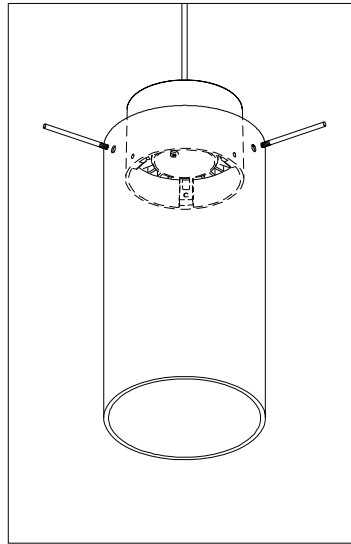

Figure 2
2. Place cylinder glass over fitter head and align fitter holes with holes on glass. (Fig 2)
2. Coloque el vidrio en cilindros sobre la cabeza del instalador y alinee los orificios de este último con los orificios del vidrio. (Fig. 2)
2. Placez le verre en manchon sur la tête de l'ajusteur et alignez les trous de l'ajusteur avec les trous du verre. (Fig. 2)